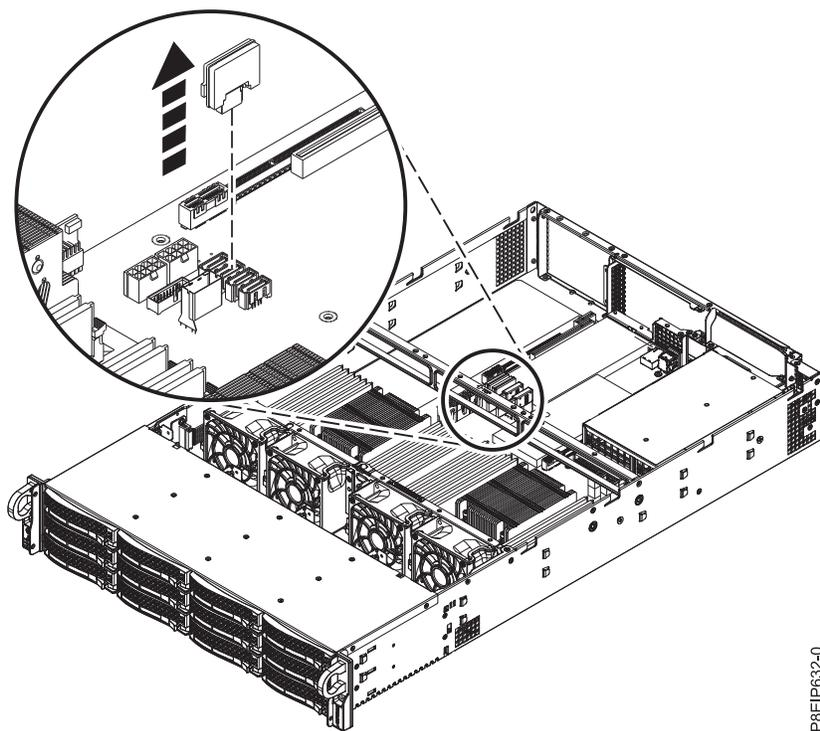

Figura 9. Removendo um DOM
2. Remova o DOM do painel traseiro do sistema conforme mostrado na Figura 9.